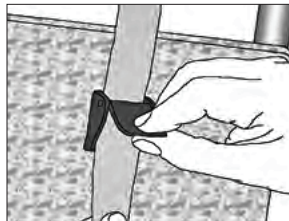

Abbildung 8
2. Ziehen Sie die oberen Gurtbänder durch die oberen Cam-Schnallen und die unteren Gurtbänder durch die unteren Cam-Schnallen (Abb. 8).